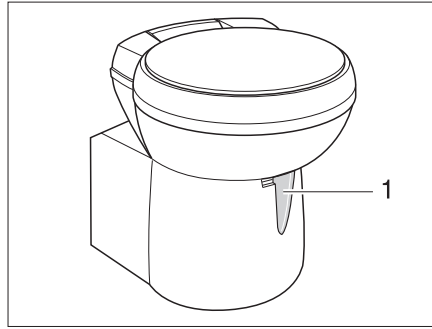

Fig. 272 Cuvette Thetford, orientable
- Avant d'actionner la chasse d'eau, ouvrir le curseur des toilettes Thetford. Pousser pour cela le levier du curseur (Fig. 272,1) dans le sens inverse des aiguilles d'une montre.
- Pousser le levier du curseur (Fig. 272,1) dans le sens des aiguilles d'une montre. Le curseur se ferme. Pour la vidange il **faut** que le curseur des toilettes Thetford soit fermé.